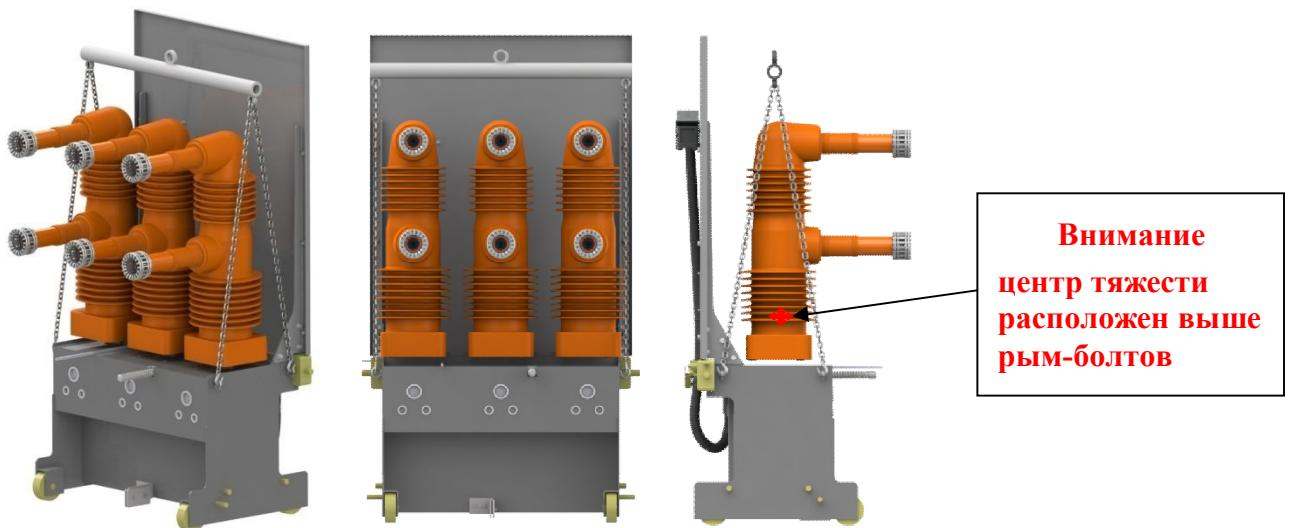

Рис. 19 Расположение приспособлений для подъема выключателя
– транспортирование выключателя вне заводской упаковки допускается только внутри помещений при помощи подъемного механизма с зацепом согласно рис. 19.